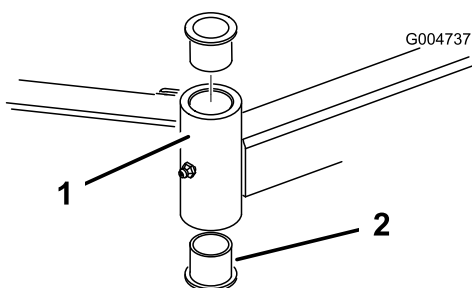

Figure 79
4. Insérez un chasse-goupille dans le haut ou le bas du tube de montage et chassez la bague hors du tube (Figure 79). Chassez ensuite l'autre bague. Nettoyez l'intérieur des tubes de montage.